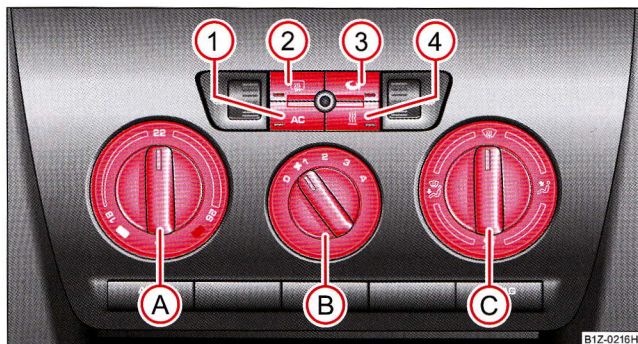

Fig. 119 Climatic: Elementele de comandă
Instalația de răcire funcționează numai când tasta **AC** ⇒ pagina 124, fig. 119 ① este apăsată și se îndeplinesc următoarele condiții:
- Rotiți regulatorul rotativ (A) ⇒ fig. 119 spre dreapta pentru a mări temperatura.
- Rotiți regulatorul rotativ (A) spre stânga pentru a reduce temperatura.
- Apăsați tasta (AC) (1) ⇒ fig. 119. Lampa de control din tastă se va aprinde.
- Apăsând încă o dată pe comutatorul (AC) instalația de răcire se va opri. Lampa de control din tastă se stinge.
- Regulatorul rotativ (A) ⇒ **pagina 124, fig. 119** pe temperatura dorită de dvs. (noi recomandăm 22 °C); Climatic reglează automat instalația de încălzire pe putere maximă, până la atingerea temperaturii selectate de dumneavoastră.
- Comutatorul (B) în poziția 3
- Regulatorul distribuției aerului (C) în poziția
- Regulatorul rotativ (A) ⇒ pagina 124, fig. 119 spre stânga până la limită
- Comutatorul (B) în poziția dorită
- Apăsați tasta ⇒ pagina 124, fig. 119 - lampa de control din tastă se aprinde.
Când regulatorul (C) se află în poziția ⇒ pagina 124, fig. 119, recircularea aerului este oprită automat. Prin apăsarea repetată a tastei puteți porni recircularea aerului și în această poziție.